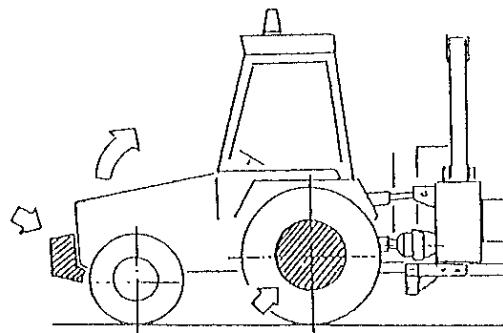

図5
- ・ トラクターの前輪にフロントウェートを装着し、左側後輪ホイールにバランスウェートを装着してください。(図5)